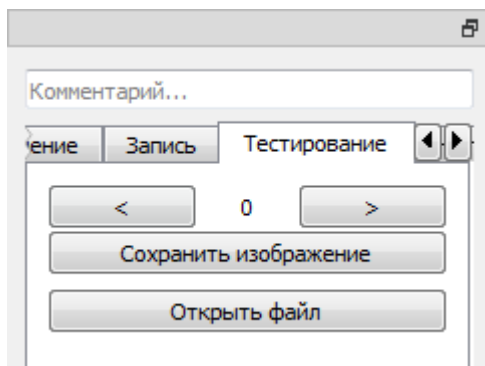

Рисунок 18. Внешний вид вкладки следования плану тестирования
- В разделе «тестирование» (рисунок 18) можно выбрать ранее сохраненный «план тестирования», либо загрузить ранее снятый эталон платы с автоматической установки EyePoint P10. Для перехода по точкам из плана тестирования воспользуйтесь стрелками «влево» и «вправо».
1. Для использования плана тестирования перейдите на вкладку «Тестирование» (рисунок 18).